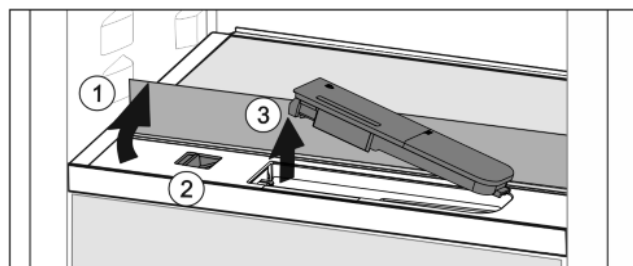

Fig. 36
- ▶ Повдигнете стъклената плоча и я завъртете до ограничителя назад Fig. 36 (1).
- ▶ Преместете плъзгача Fig. 36 (2) наляво.
- ▶ Извадете резервоара за вода Fig. 36 (3).